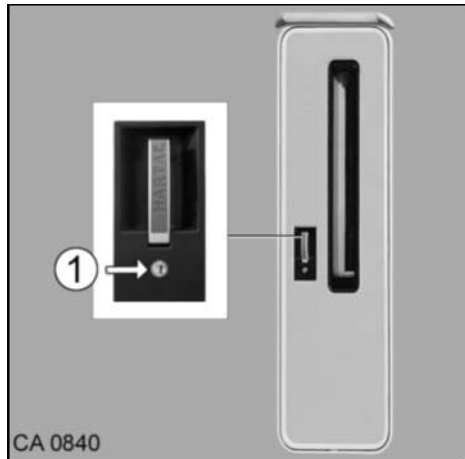

Fig. 60 Extérieur de la portière d'accès
1. Introduire la clé dans la serrure (Fig. 60/1) et la tourner dans le sens horaire jusqu'à ce que le verrou soit déverrouillé.
1. Fermer la portière. Introduire la clé dans la serrure (Fig. 60/1) et la tourner dans le sens anti-horaire jusqu'à ce que la verrou soit verrouillé.